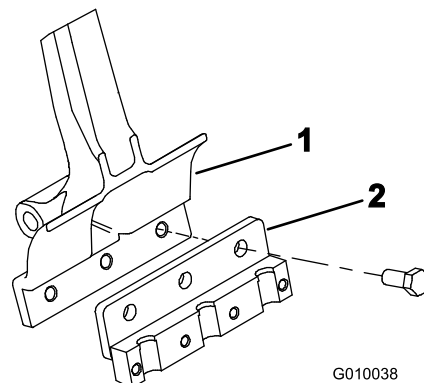

図 22
3. 各ティンアームにティンホルダーを取り付ける 図 22 ボルト $1\frac{1}{2} \times 1\frac{1}{4}$ 3 本を使用。ボルトを 101.6 N·m 37 kg·m = 75 ft·lb にトルク締めする。